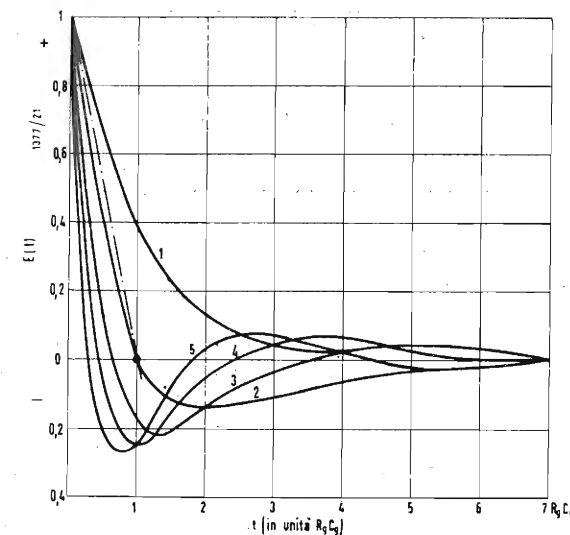

Fig. 19 - Risposta alla funzione a gradino di n stadi accoppiati capacitivamente, ciascuno avente la costante di tempo $R_g C_g$.
tore $e^{-t/R_g C_g}$, con costante di tempo $R_g C_g$, e indicato in fig. 19 dalla curva 1. Si osservi che la tangente nel punto $t = 0$, ossia all'origine, interseca l'asse delle ascisse nel punto 1, cioè a un tempo uguale alla costante di tempo. Perciò per un tempo che è una piccola frazione di una costante di tempo, la saetta frazionaria è uguale alla frazione della costante di tempo; in altre parole se si considera l'istante corrispondente $0,1 R_g C_g$, la saetta è 0,1 di quella relativa a $t = R_g C_g$, intendendo per saetta l'abbassamento della curva rispetto all'ordinata massima; per $t = 0$ tale eguaglianza sussiste solo per piccole ascisse, minori di $0,2 R_g C_g$ per le quali la curva si confonde con la tangente.
La (6) è rappresentata in fig. 19 dalle
Se si hanno circuiti di griglia in cascata con costanti di tempo diverse, il grafico della risposta alla funzione a gradino è simile a quello di fig. 19, sebbene l'analisi matematica comporti solo esponenziali puri. Così ad es. la risposta alla funzione a gradino di tre stadi accoppiati capacitivamente aventi le costanti di tempo $1/\alpha, 1/\beta, 1/\gamma$ rispettivamente è: